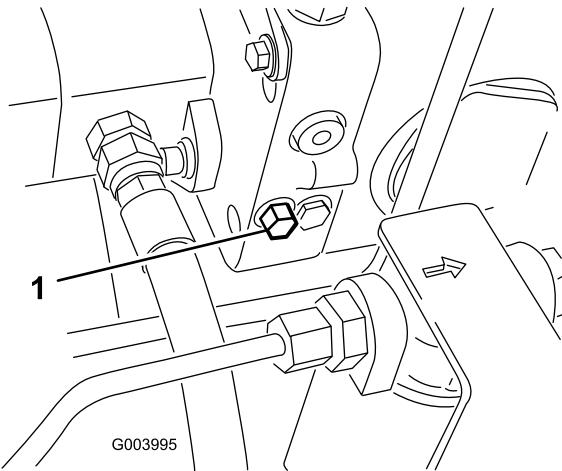

図 55
1. バイパスバルブはハイドロスタットの左側にある図 55。バイパスバルブを右または左1.5回転させると内部でバイパスが形成される。これにより、トランミッションを破損することなく、機械を押して低速で移動できるようになる。